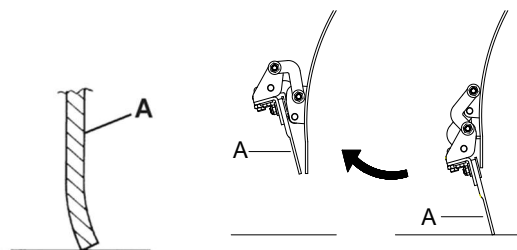

Figure 36
- La lame avant (A, figure 36) touche légèrement le sol.
12. Appuyez sur la pédale du volet et vérifiez que la lame avant (A, figure 36) est soulevée ; puis relâchez la pédale et vérifiez que la lame ne reste pas dans une position intermédiaire mais retourne dans sa position initiale. Si nécessaire, pour le réglage ou le remplacement du câble de commande de la lame avant, consultez le manuel d'entretien.